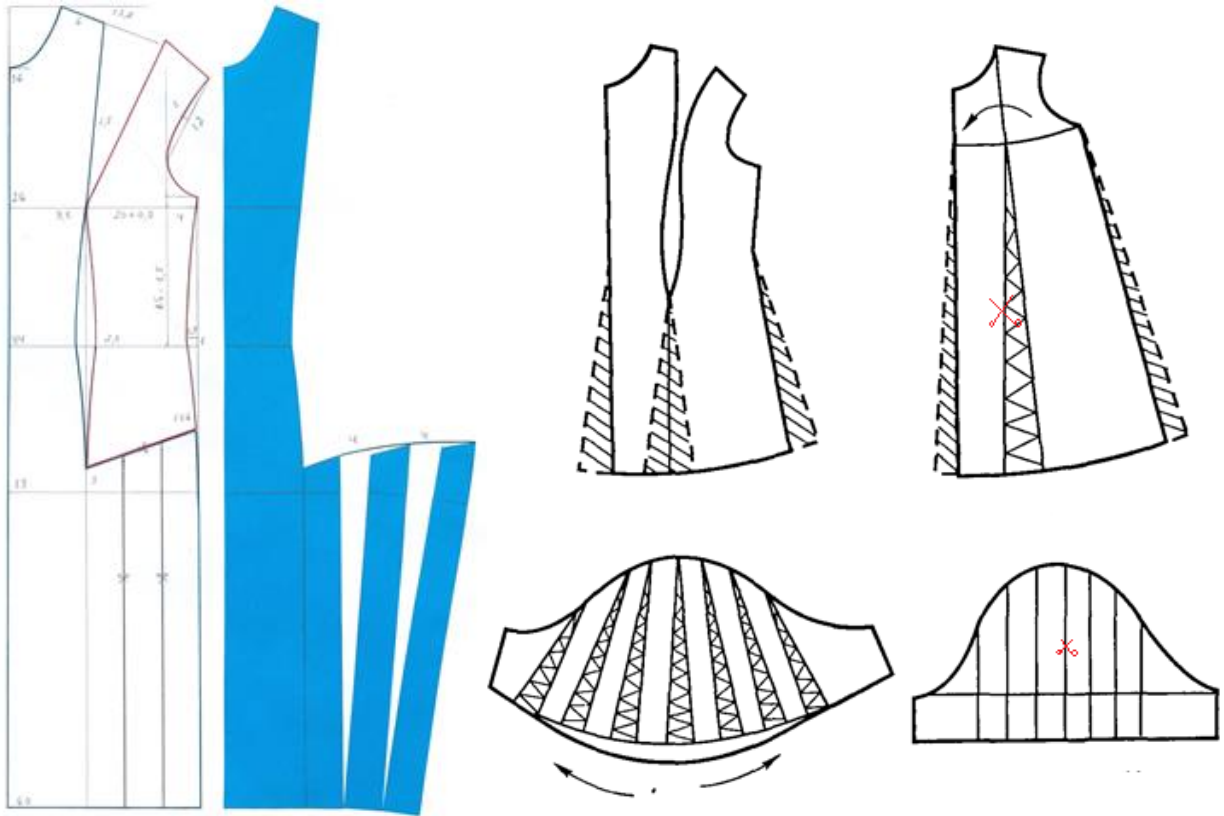

Рис. 6
1. Виконайте *в конспекті* конічне розведення короткого рукава, користуючись деталлю рукава з кольорового паперу (силует «трапеція», як показано на рис. 6).